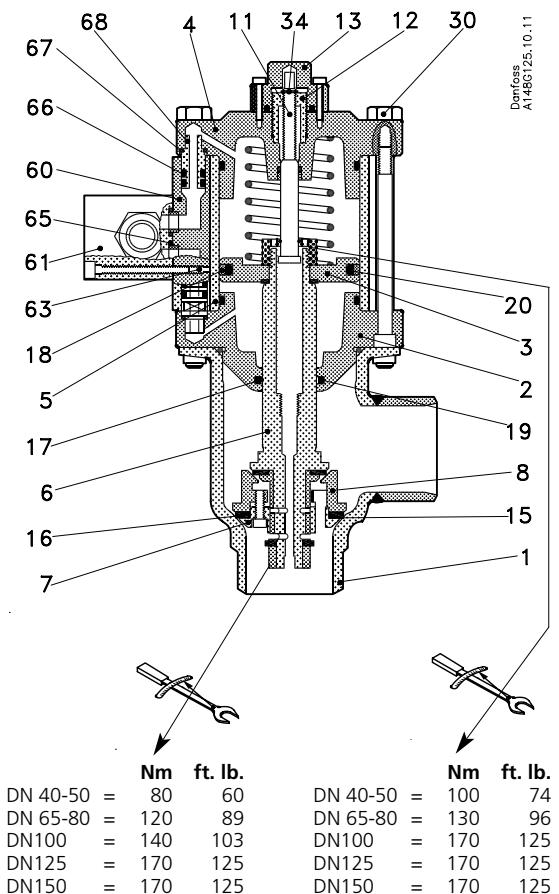

Fig. 5a
NB. Turn the piston (3) as shown on fig. 5a.
OBS: Vend stemplet (3) som vist på fig. 5a.